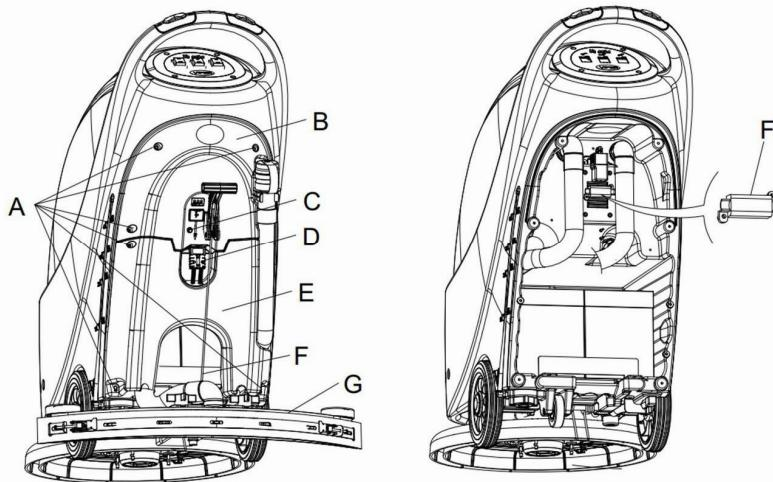

Рисунок 18
- Отсоедините разъем батареи (9).
- Поместите сливной шланг (15) в одну сторону.
- Если присутствует бортовое зарядное устройство, вытащите провод из бортового зарядного устройства с катушки (6).
- Снимите 6 винтов (A, Рисунок 18), снимите крышку (B. Рисунок 18) и крышку батарейного
- отсека (E, Рисунок 18).
- (C) Предохранитель вакуумного мотора F2:
- (F) Предохранитель мотора щетки F1: